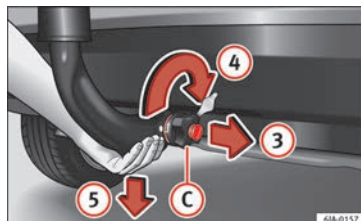

Fig. 106 Desbloquear a barra de cabeça esférica.
- Segure a barra de cabeça esférica por baixo » **Fig. 106** e com a outra mão retire a roda manual **(C)** no sentido da seta **(3)**.